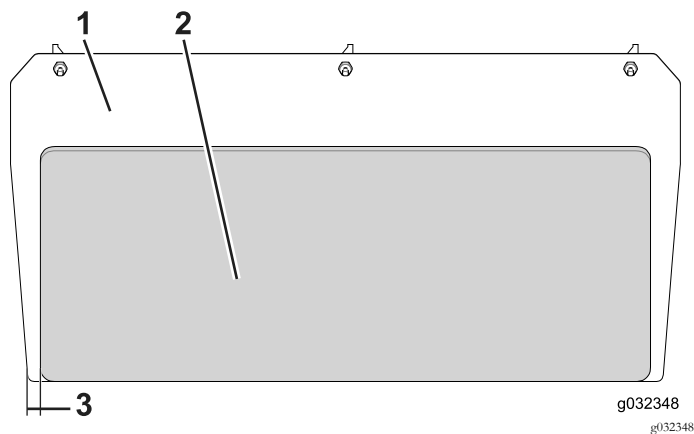

Figura 8
4. Retire o suporte e aplique a proteção do painel traseiro no lado do motor do painel traseiro (Figura 8).
Nota: Centre a proteção do painel traseiro na largura da placa deixando 29 mm até cada extremidade (Figura 8).